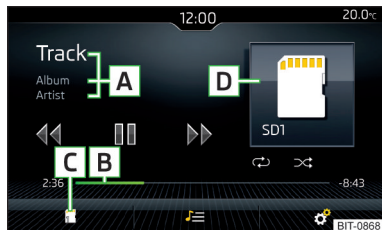
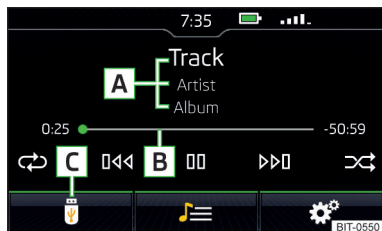

Fig. 151
Fig. 152
**Meniul principal** » fig. 151, respectiv » fig. 152
|  | Deplasarea degetului spre dreapta în zona [A] » fig. 151 la pagina 125 a ecranului după 3 secunde de începerea redării titlului         |
|  | Deplasarea degetului spre dreapta în zona [A] » fig. 151 la pagina 125 a ecranului în decurs de 3 secunde de începerea redării titlului |
|  | Deplasarea degetului spre stânga în zona [A] » fig. 151 la pagina 125 a ecranului   |
Mișcarea în timpul redării titlului este posibilă prin atingerea cu degetul a axei de timp [B] » fig. 151 la pagina 125.
Mișcarea în timpul redării titlului este posibilă prin atingerea cu degetul a axei de timp [B] » fig. 151 la pagina 125, respectiv » fig. 152 la pagina 125.